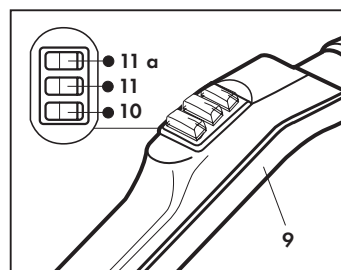

Fig. 10
POIGNEE ANATOMIQUE (Fig. 10)
Pour nettoyer les tissus, décharger la condensation avant d'opérer sur le tissu en appuyant sur l'interrupteur rouge (10) situé sur la poignée (9) (Fig. 10). Durant le nettoyage, ne pas couper le débit de vapeur.